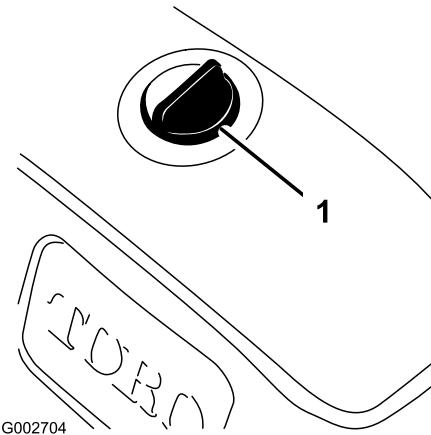

Рисунок 8
3. Очистите область вокруг крышки маслобака, чтобы исключить попадание мусора в бак (Рисунок 8).